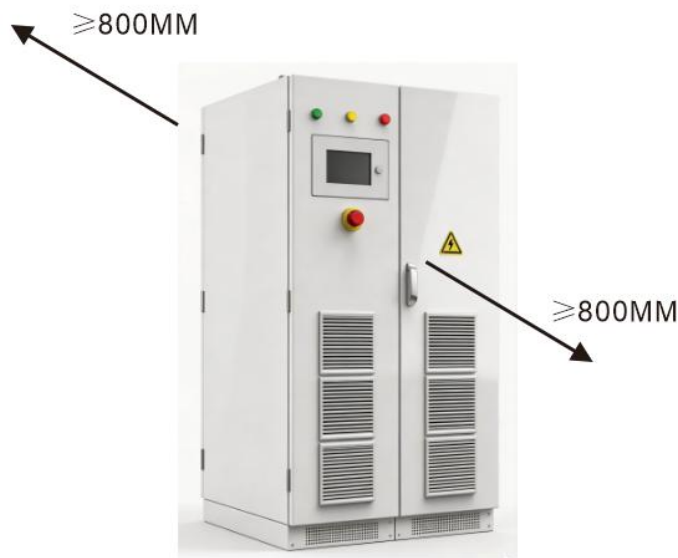

图 4-5 安装空间建议
- 避免与易燃易爆品共同放置，符合消防要求。空间预留尺寸如图4-5所示：